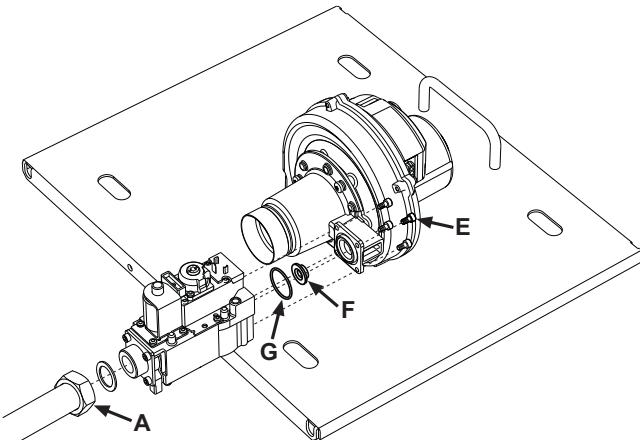
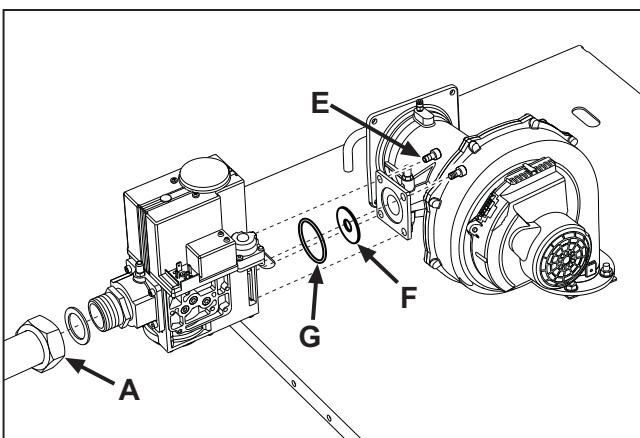
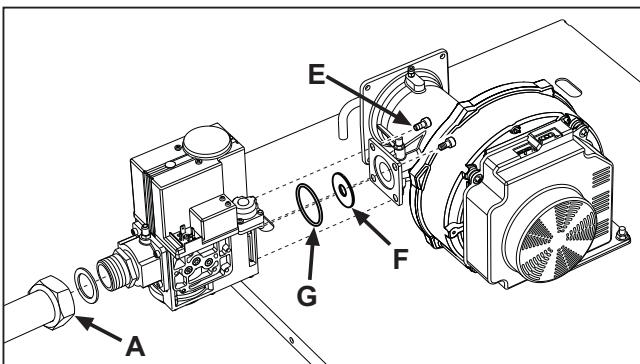

fig. 36 - Modelo QUADRIFOGLIO 125
fig. 37 - Modelo QUADRIFOGLIO 220
fig. 38 - Modelo QUADRIFOGLIO 320
- Desenroscar la tuerca A de fijación de la válvula del gas (ver fig. 36, fig. 37 y fig. 38 para los distintos modelos).